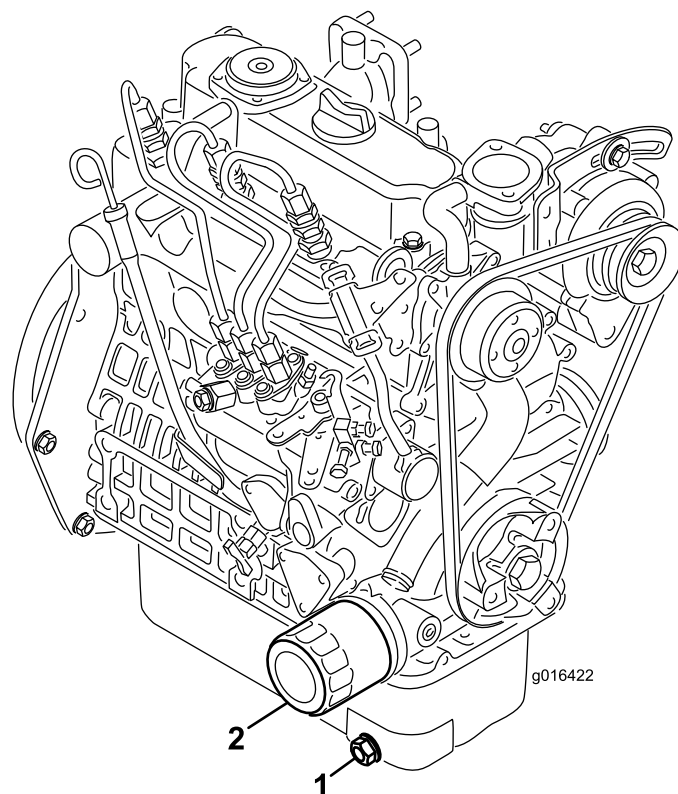

Figura 36
1. Retire o tampão de escoamento (Figura 36) e deixe o óleo escorrer para um recipiente